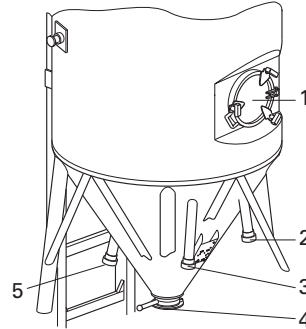

Bild 5: Befüllemente
- Blindverschraubungen des Befüllrohres (Bild 5, 2) und Einblasstutzens (5) öffnen, auf Gängigkeit prüfen und wieder verschließen
- Falls vorhanden, Drosselklappe oder Kugelhahn am Einblasstutzen (5) öffnen
- Auslaufklappe (4) öffnen; Silo senkrecht stellen und eventuelles Kondenswasser ablassen; Auslaufklappe wieder schließen
- Entlüftungsleitung (3) auf freien Querschnitt prüfen
- Der im Silo entstehende Befülldruck darf – je nach Ausführung – 0, 1 bzw. 2 bar nicht überschreiten; deshalb die Entlüftungsleitung (3) während des Befüllens geöffnet halten